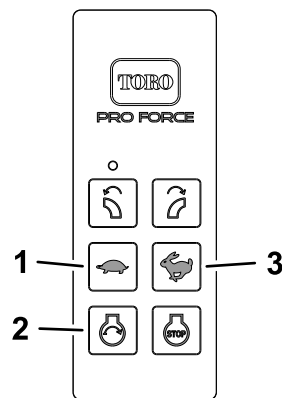

Bild 19
1. Drücken und halten Sie die MOTORSTART-Taste (Bild 19) auf der Handfernbedienung, bis der Motor startet.
MOTORDREHZAHL VERRINGERN-Taste drücken (Bild 19).